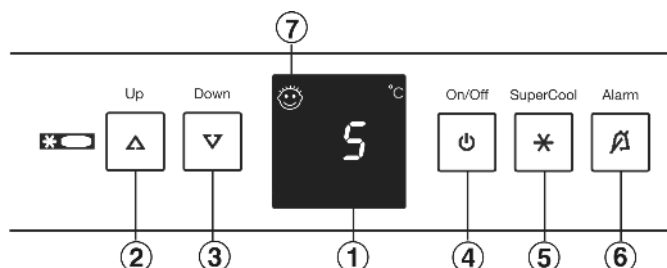

Fig. 2
- нажмите кнопку On/Off Fig. 2 (4).
- Активация режима настройки: удерживайте кнопку SuperCool Fig. 2 (5) прибл. 5 секунд.
- Кнопкой настройки Up Fig. 2 (2) и кнопкой настройки Down Fig. 2 (3) выберите h.
- Подтвердить: Коротко нажмите кнопку SuperCool Fig. 2 (5).
- Увеличение яркости индикации: нажмите кнопку настройки Up Fig. 2 (2).
- Уменьшение яркости индикации: нажмите кнопку настройки Down Fig. 2 (3).
- Подтвердить: нажмите кнопку SuperCool Fig. 2 (5).
- Выход из режима настройки: нажмите кнопку On/Off Fig. 2 (4).